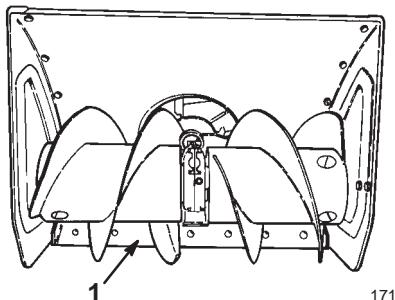

Figure 16
- Placez la déneigeuse sur une surface plane et horizontale et vérifiez si la lame racleuse (Fig. 16) est bien parallèle au sol. Si ce n'est pas le cas, ajustez la position de la lame racleuse, comme expliqué à la rubrique Réglage des patins et de la lame racleuse, page 22.